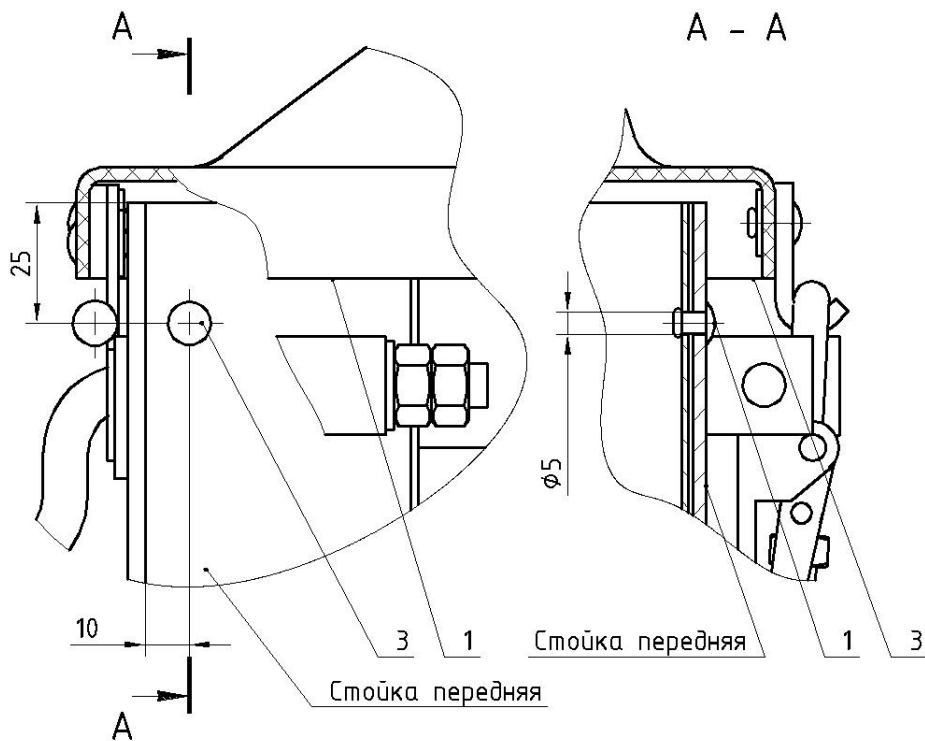

Рисунок 2.
7. Просверлить отверстия $\varnothing 5\text{мм}$ и зафиксировать передний борт прицепа вытяжными заклепками 3 (рис.2).
9. Прикрутить верхние шаровые шарниры 3 (рис. 2 сечение А-А).
10. В закрытом состоянии крышки разметить отверстие Б в левом и правом борту прицепа на расстоянии 280мм от оси вращения шарнира и 8мм от верхнего края борта, как показано на рис. 2.